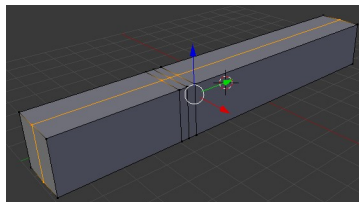

Figura 5: Fase inicial na modelação da faca.
- Mudar para uma vista *User Persp* e confirmar que se tem algo semelhante à figura 5;